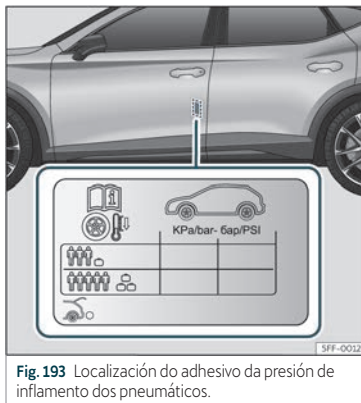

Fig. 193 Localización do adhesivo da presión de inflamento dos pneumáticos.
- Adapte a presión dos pneumáticos á carga que leva o vehículo»» **fig. 193**.
Os valores da presión de inflamento están indicados na etiqueta adhesiva situada na parte posterior do marco da porta dianteira esquerda»» **fig. 193**.
A presión dos pneumáticos débese adaptar á carga actual do vehículo. Se o vehículo vai ir cargado ao máximo, debe aumentar a presión de inflamento ao valor máximo de carga indicado na etiqueta adhesiva»» **fig. 193**.
No caso dunha roda de emerxencia minimizada (125/70 R18), inflar ata 4,2 bar de presión segundo se indica na etiqueta de presión dos pneumáticos»» fig. 193.
- O condutor é responsable de que todos os pneumáticos do vehículo estean inflados á presión correcta. A presión de inflamento recomendada vén indicada nun adhesivo »» fig. 193.
- Cos pneumáticos en frío, deberase manter sempre a presión indicada no adhesivo »» fig. 193.